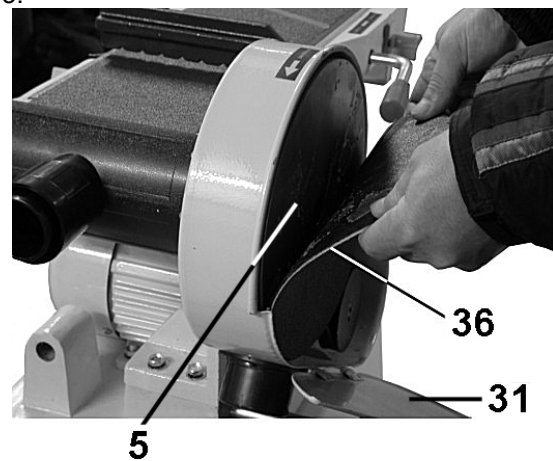

Рис. 16
Снимите старый шлифовальный круг (36), очистите шлифовальный диск (5), наклейте на него новый самоклеющийся шлифовальный круг (36), предварительно сняв с него защитную пленку. Как правило, шлифовальный круг (36) имеет самоклеющуюся основу. Если на шлифовальном круге (36) такой основы нет, наклейте его, например, на тонкий слой клея «Момент», Рис. 16.